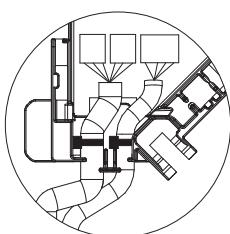

Fig. 5-16
- Zorg ervoor dat de band die de verbindingsbedraging van de i-See-sensor en de signaalontvanger zekert, zich binnen de schakeldoos bevindt. (Fig. 5-16)